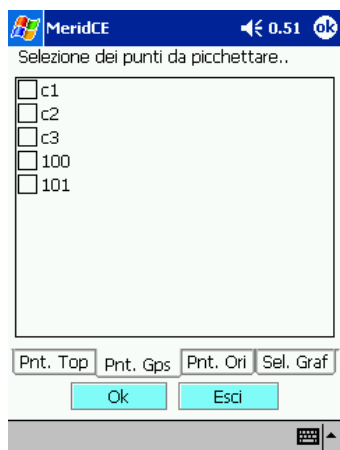

fig. 92
- Pt. Dettaglio per ritrovare i punti già rilevati fig 92. Per scegliere i punti basta attivare le caselle corrispondenti